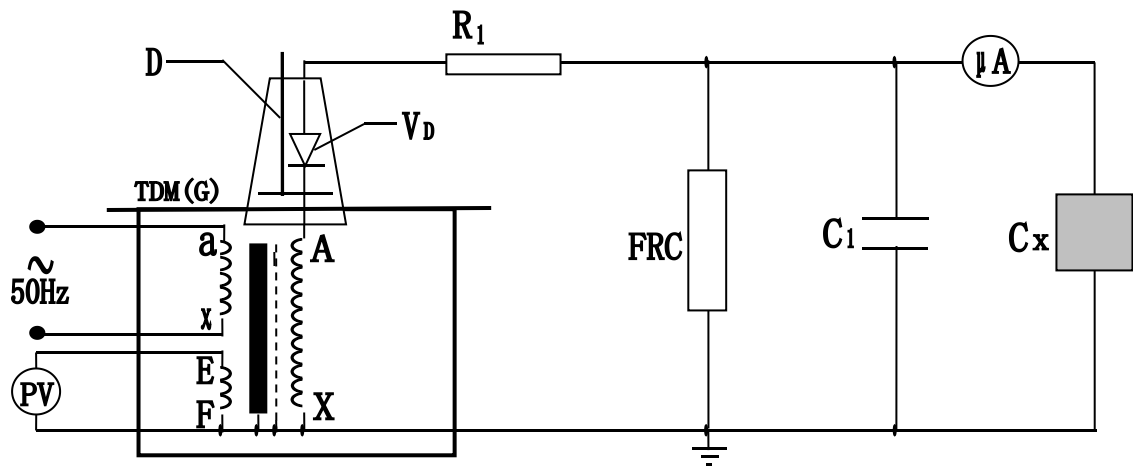

图7：高压直流泄露试验接线图
2、YD(G)工频试验变压器在做被试品的直流耐压或泄露试验时接线原理图如图7。
注：此试验应先抽出短路杆“D”，图7中所示。